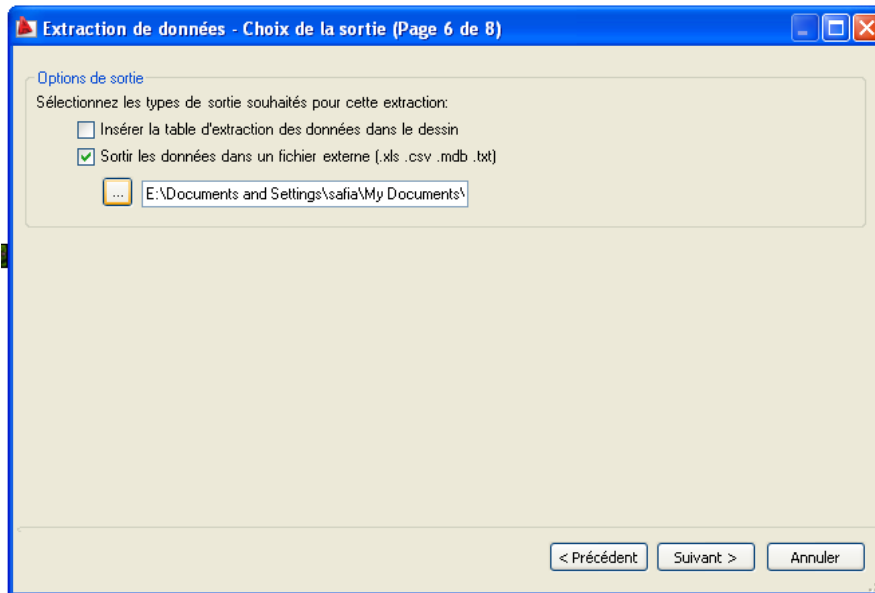

Figure 35. Extraction des données: choix de la sortie dans un fichier externe de type .xls
- *Choix de la sortie* (Page 6 de 8) : cocher l'option « Sortie les données dans un fichier externe, ensuite nommer votre fichier de type « MonFichierExcell.xls » et enregistrer le dans votre dossier de travail (Figure 35) ;